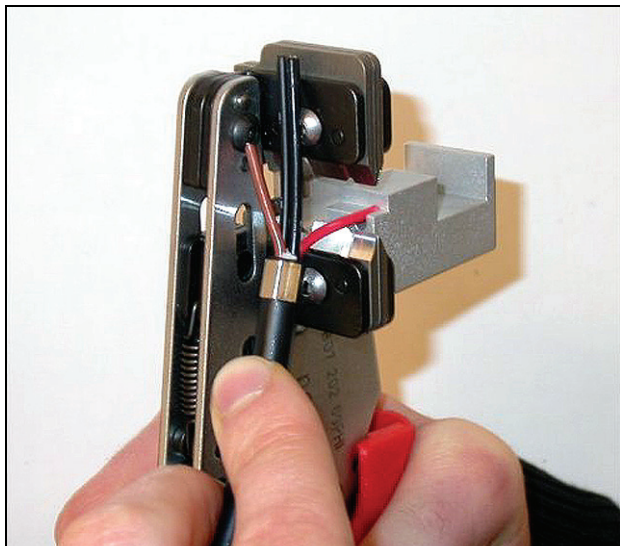

figura 30.11: Pelado de un hilo de cobre
- 9 Pele los aislantes rojo y marrón de los hilos de cobre empujándolos hacia el tope mecánico de la herramienta engarzadora (herramienta 5, consulte figura 30.11).